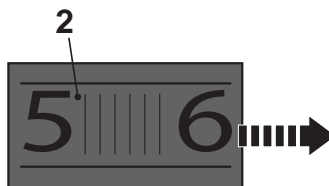

Fig. 12
3. Tournez la molette de réglage de la vitesse (2) vers la droite (du point de vue de l'opérateur) pour réduire la vitesse (Fig. 12). Le réglage plus lent est adapté pour poncer avec des bandes abrasives à gros grain pour éliminer les peintures et vernis.